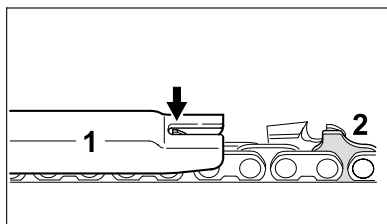

Рис. 67
- На пильную цепь наложить опилочный шаблон (рис. 67, поз 1), соответствующий шагу пильной цепи и прижать на режущем зубе подлежащем проверке – если ограничитель глубины выступает над шаблоном, то ограничитель должен быть дополнительно обработан. Пильные цепи с бугорчатым ведущим звеном (рис. 67, поз 2) – верхняя деталь бугорчатого ведущего звена (рис. 67, поз 2) (с сервисной маркировкой) обрабатывается одновременно с ограничителем глубины режущего зуба.